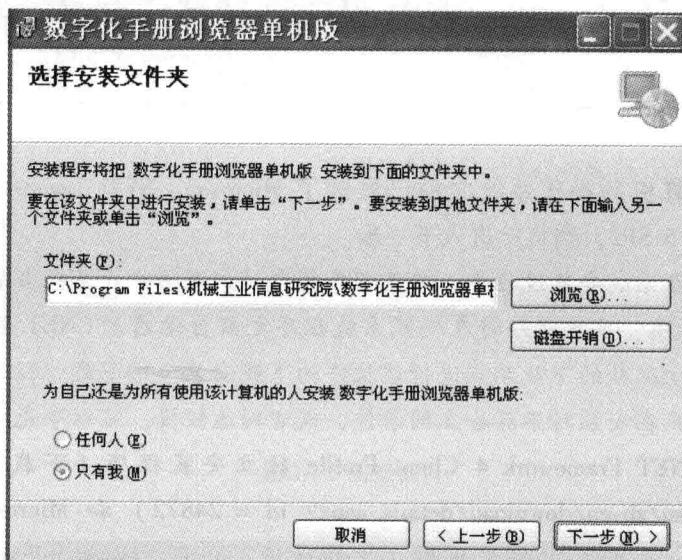

图 1-5 “选择安装文件夹”窗口
5) 进入图 1-5 所示的“选择安装文件夹”窗口。系统推荐的安装目录是 C:\Program Files\机械工业信息研究院\数字化手册浏览器单机版，如果同意安装在此目录下，单击“下一步”按钮。如果希望安装在其他的目录中，单击“浏览”按钮，在弹出的对话框中选择合适的文件夹后，并根据具体情况选择浏览器是个人使用还是所有人使用，然后单击“下一步”按钮。如果用户的计算机不允许安装在系统推荐的安装目录 C:\下面，可将 C 改为 D 或其他的分区。